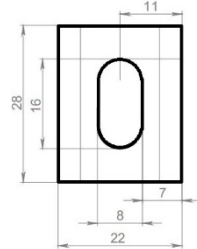

Рис. 1
Размер отверстия в креплении – 16х8 мм – рис. 1*
- 4.1 Радиаторы, поставленные упакованными в защитную пленку, освобождают от нее после окончания монтажа и отделочных работ в помещении. По окончании ремонтных работ, пленку утилизируют. Радиаторы, не упакованные в защитную пленку, при монтаже должны быть открыты от попадания строительных материалов. После окончания отделочных работ прибор необходимо тщательно очистить от строительного мусора и прочих загрязнений. Крепление радиатора к стене осуществляется с помощью крючков, которые крепятся к стене через специальные отверстия (Рис. 1).